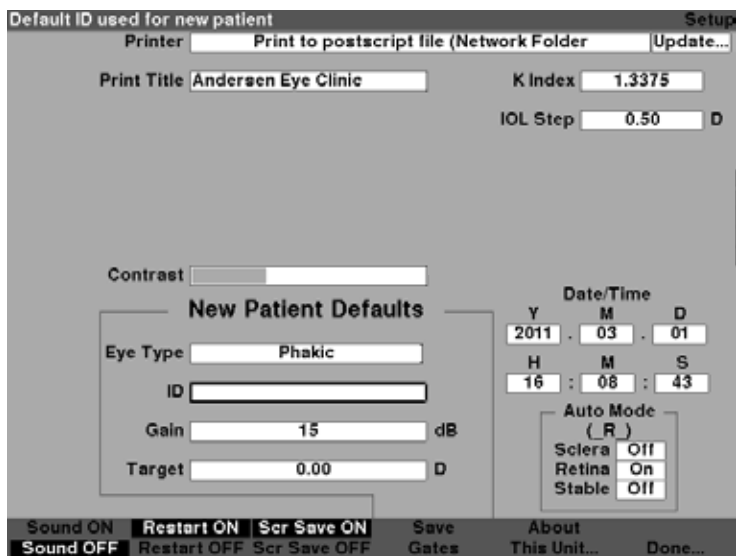

Figura 5-46 Campo de ID padrão selecionado
1. Dentro da tela de Configuração, gire o botão para selecionar o campo de ID padrão, indicado pela borda sólida em preto conforme mostrado na Figura 5-46.